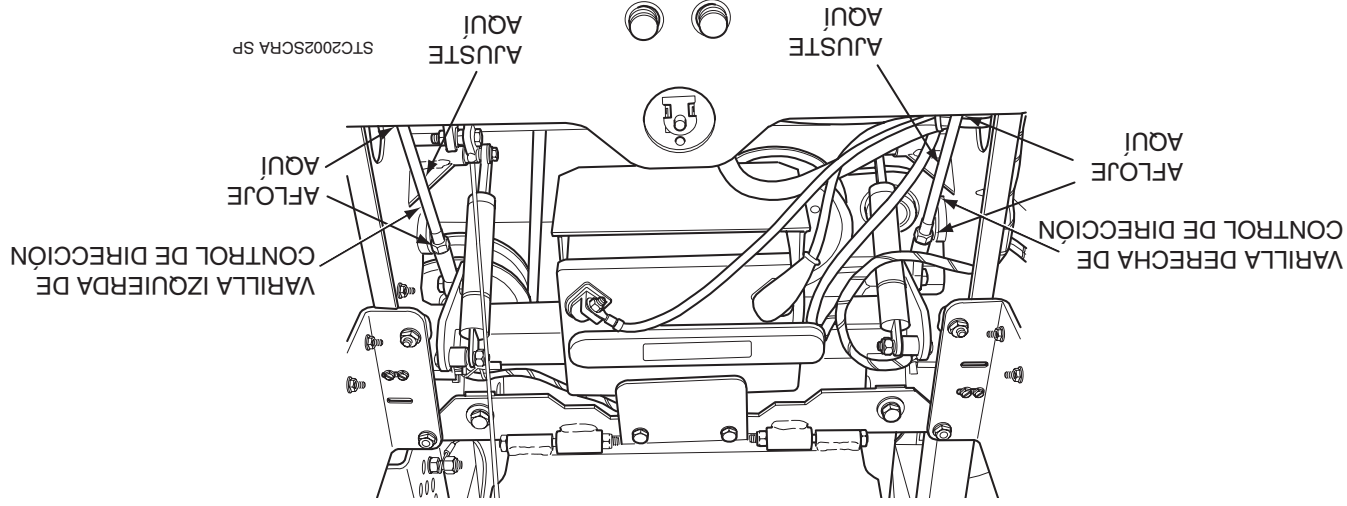

Figura 6-3. Ajuste de varillas de control de dirección
- A. Detenga la máquina y coloque las palancas de control de dirección en la posición neutral. Afloje las tuercas de bloqueo que aseguran las juntas de rótula en cada extremo de la varilla de control de dirección del lado izquierdo. Gire la varilla de control para acortar la varilla y apriete las tuercas de bloqueo. Esto causará que la varilla de control golpee menos la bomba del lado izquierdo, disminuyendo la velocidad de la rueda de dicho lado. (Vea la Figura 6-3)
- A. Detenga la máquina y coloque las palancas de control de dirección en la posición neutral. Afloje las tuercas de bloqueo que aseguran las juntas de rótula en cada extremo de la varilla de control de dirección del lado derecho. Gire la varilla de control para acortar la varilla y apriete las tuercas de bloqueo. Esto causará que la varilla de control golpee menos la bomba del lado derecho, disminuyendo la velocidad de la rueda de dicho lado. (Vea la Figura 6-3)
4. Ajuste la rueda izquierda arrojando las contratuercas en la varilla de control de dirección y gire la varilla hasta que la rueda motriz gire hacia adelante. Gire la varilla en sentido contrario hasta que la rueda motriz deje de moverse. Gire la varilla 1/2 vuelta adicional hacia atrás. (Vea la Figura 6-3)